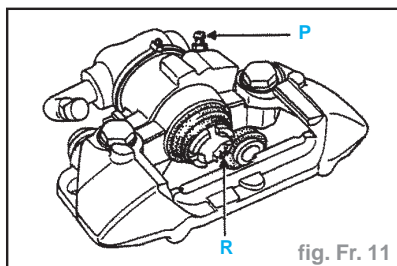

fig. Fr. 11
- Repousser le piston en le vissant à l'aide d'un tournevis à section carrée jusqu'à ce qu'il tourne mais ne s'enfonce plus (fig. Fr. 11).
- Positionner le piston de façon à ce que le trait (R) de sa face d'appui soit orienté du côté vis de purge (P) (fig. Fr. 11).